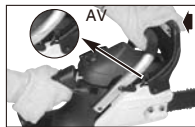

Fig. 7A
1. KEDJEBROMSEN är FRÅNKOPPLAD (kedjan kan flyttas) när BROMSSPAKEN DRAS TILLBÄKA OCH LÅSES. Var säker på att kedjebromsens spärr är i läget AV. (Fig. 7A)